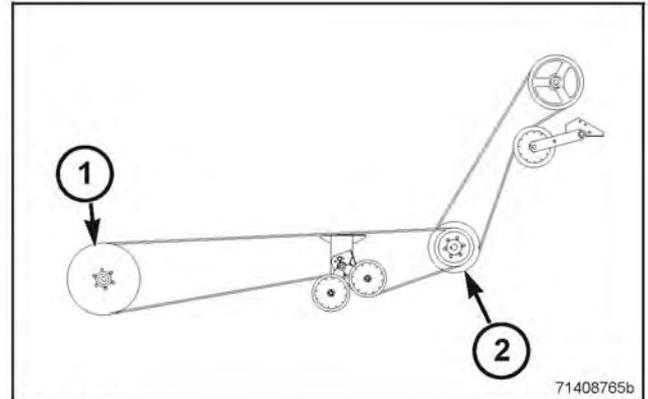

FIG. 130
FIG. 130: cuando la polea grande (1) se instala en el eje del picador y la polea menor (2) se instala en el contraeje, el picador girará a baja velocidad (1069 rpm).